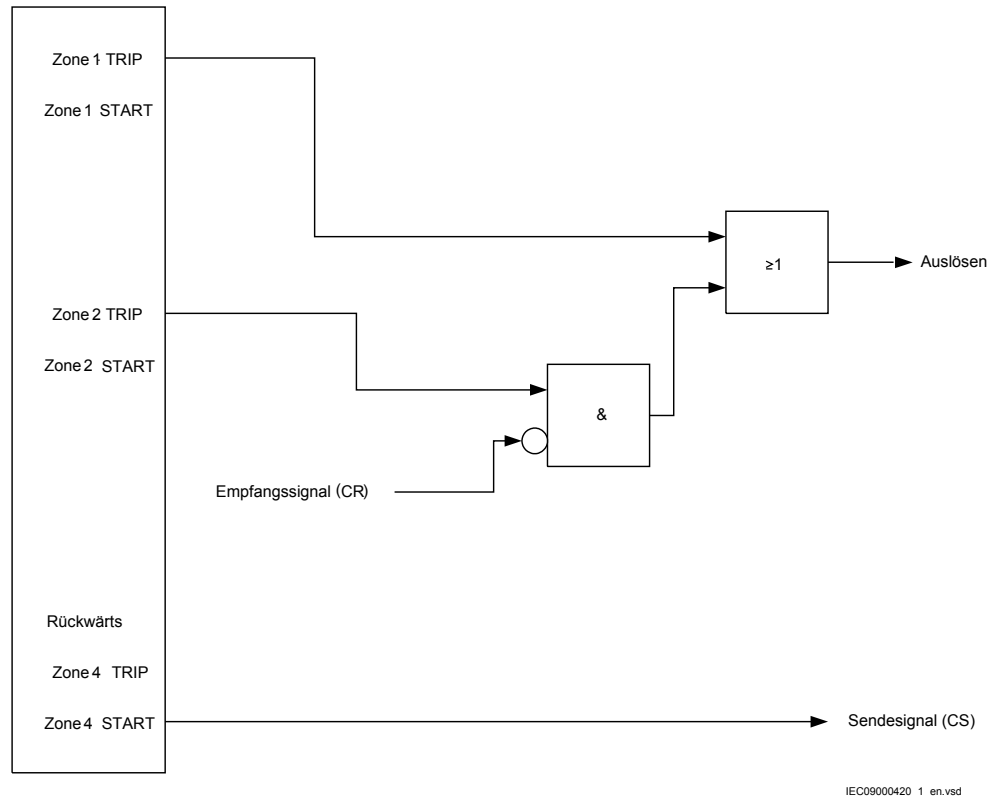

Abb. 26: Logik für das Blockierverfahren
Ein Signalvergleichsschutzsignal wird gesendet (CS), wenn ein Fehler von Zone 4 (Rückwärts-Zone) erkannt wird. Wenn ein Signalvergleichsschutzsignal empfangen wird (CR), wird die schnelle Zone 2 blockiert. Die Logik wird dargestellt in Abbildung 26.